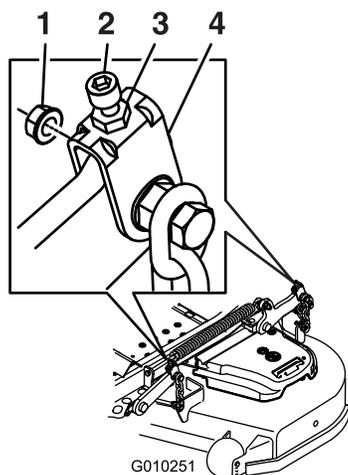

**Figura 87**
9. En ambos lados de la carcasa, mida desde la superficie nivelada hasta la punta delantera de la cuchilla (Posición A). La medida debe ser de 7.6 cm (3 pulgadas) (Figura 87).
- En ambos lados de la carcasa, mida desde la superficie nivelada hasta la punta trasera de la cuchilla (Posición B). La medida debe ser de 8.3 cm (3-1/4 pulgadas) (Figura 87).